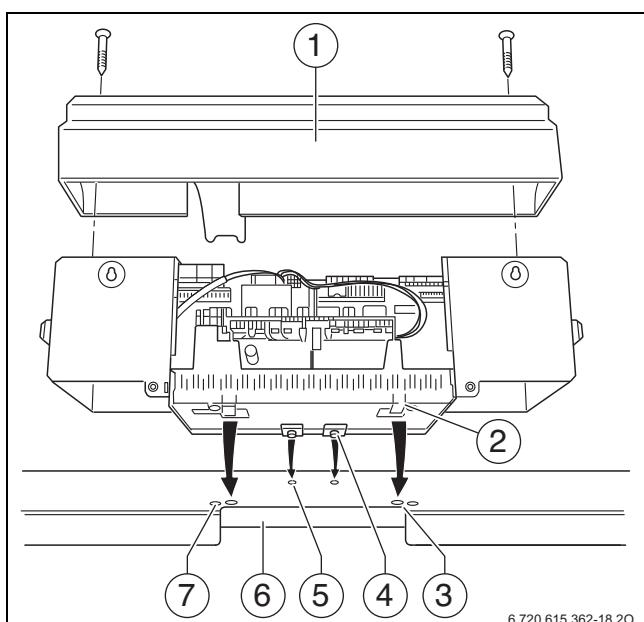

Рис. 24 Система управления
На рис. 24 показана система управления и передняя крышка [1] сзади.
Пояснения к рис. 24 на стр. 24:
- Установите крышку на систему управления (→ рис. 24, стр. 24).
- Закрепите крышку винтами (рис. 24, стр. 24).